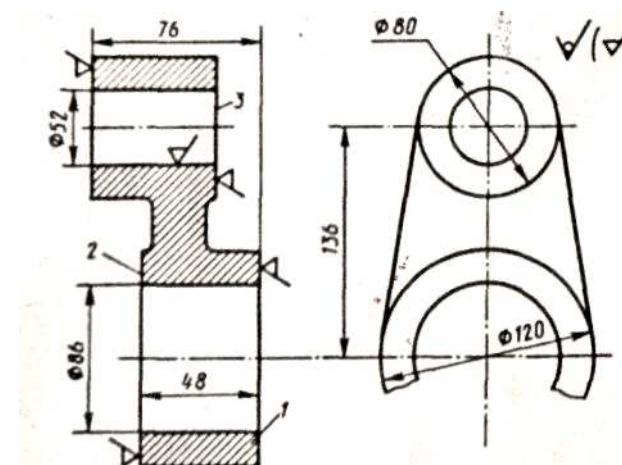

Рис. 11
2. По эскизу детали (рис. 11) разработайте эскизы элементов литейной формы, модели стержневого ящика, собранной литейной формы (в разрезе). Опишите последовательность изготовления формы методом ручной формовки. Материал детали СЧ20.